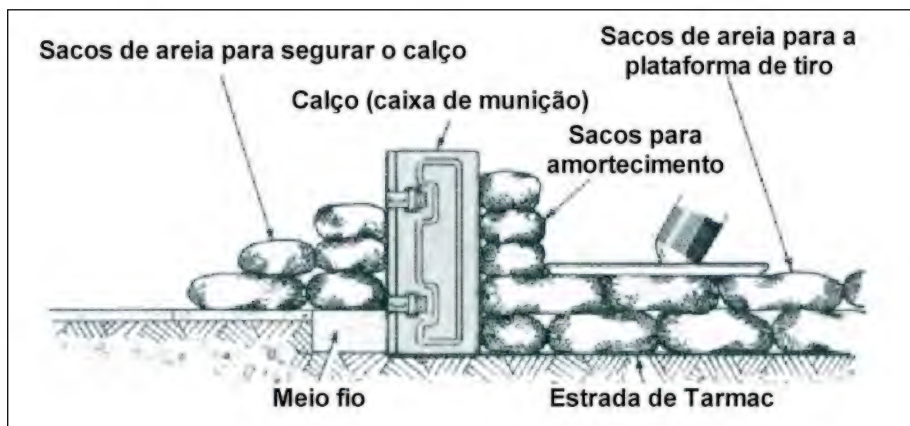

Fig 4-4. Preparação em Solos Duros
(2) Sacos de areia não resistirão à força do morteiro atirando e rasgarão. É importante que, quando eles rasgarem, a areia não vaze para fora da plataforma de tiro.
(3) Ao preparar a plataforma de tiro, deve-se prever com antecedência a área para o calço.
**c. Superfícies de concreto** - Quando estiver para atirar em uma superfície dura feita pelo homem, a preparação é similar às de áreas rochosas. O máximo uso deve ser feito de calços existentes (meio-fio e muros), que devem ter uma altura superior e serem fortes o bastante para suportar a força do morteiro atirando (Fig 4-4).